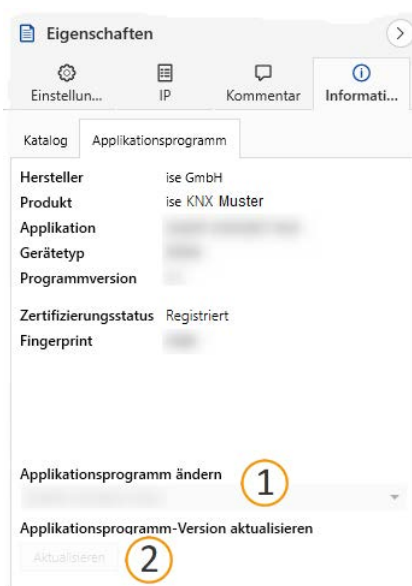

Abbildung 20: Applikationsprogramm aktualisieren
5. Wählen Sie die Schaltfläche <<Aktualisieren>> unterhalb des Punkts <<Applikationsprogramm-Version aktualisieren>> (siehe Abbildung 20, Pos. 2).
○ Wenn Sie den Wert unter <<Applikationsprogramm ändern>> (siehe Abbildung 20, Pos. 1) ändern, gehen benutzerdefinierte Einstellungen wie z. B. die Verknüpfungen zu den Gruppenadressen verloren.